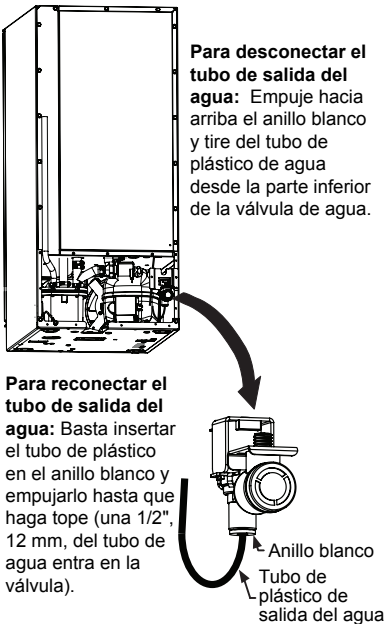

Figura 4
7. Desconecte el tubo de salida de la válvula de agua hacia el reservorio y desagüe el agua restante en la zona del sumidero (Figura 4).
8. Vuelva a conectar el tubo de la salida de la válvula de desagüe de agua (Figura 4).